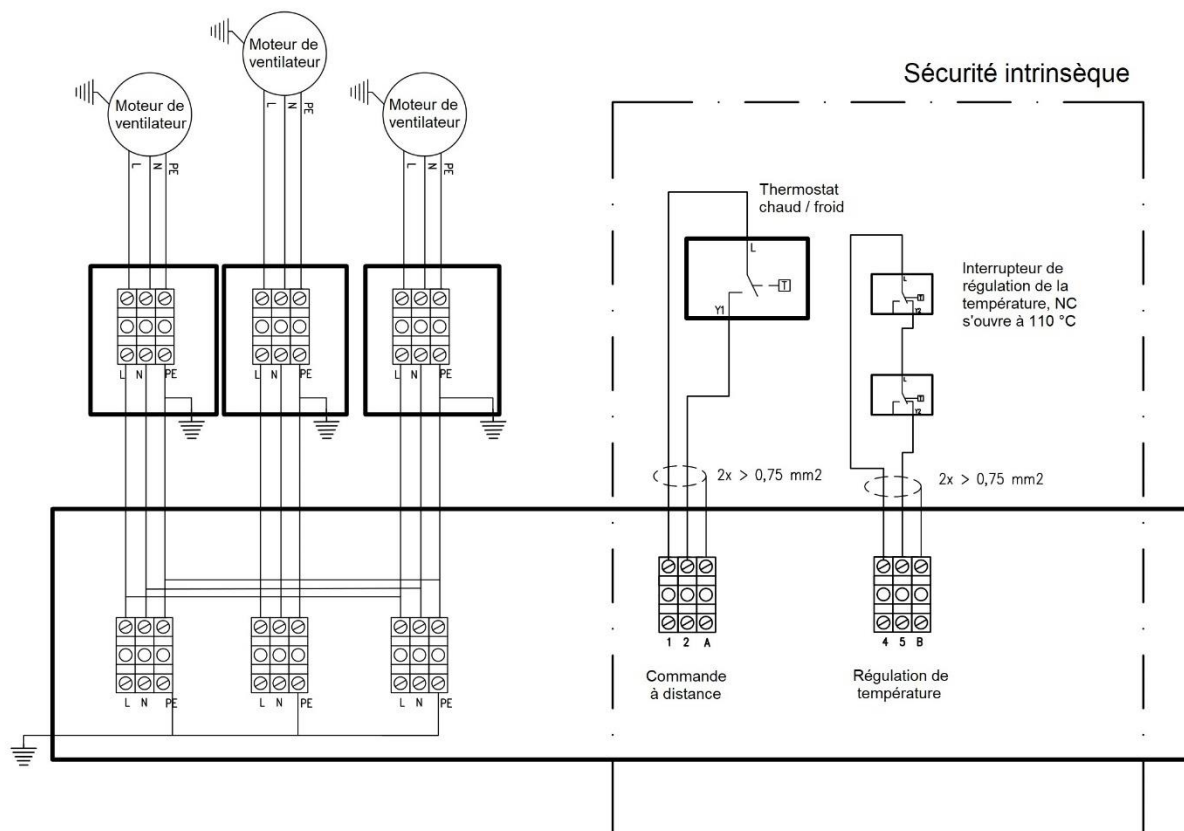

Figure 4. Schéma électrique Unité 230 V CA
- Reportez-vous au schéma électrique pour vous informer de la connexion des câbles d'alimentation au ou aux moteurs du ventilateur et des circuits à sécurité intrinsèque au thermostat et aux interrupteurs de régulation de la température. Un exemple est illustré à la figure 4.